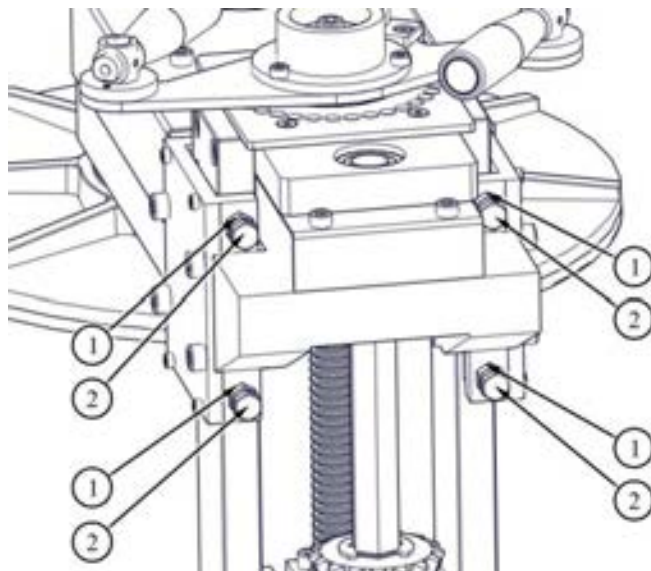

Рис. 15: Регулировка верхнего зажима
- Ослабьте гайки 1 (рис. 15 и рис. 16) с помощью гаечного ключа;
- Затяните гайки 2 (рис. 15 и рис. 16) **вручную**, до устранения вертикального люфта между зажимом и направляющей ;